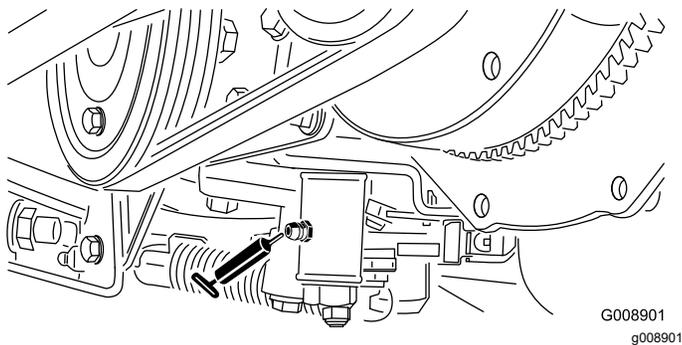

Рисунок 58
- Механизм регулировки нейтрали (Рисунок 58)